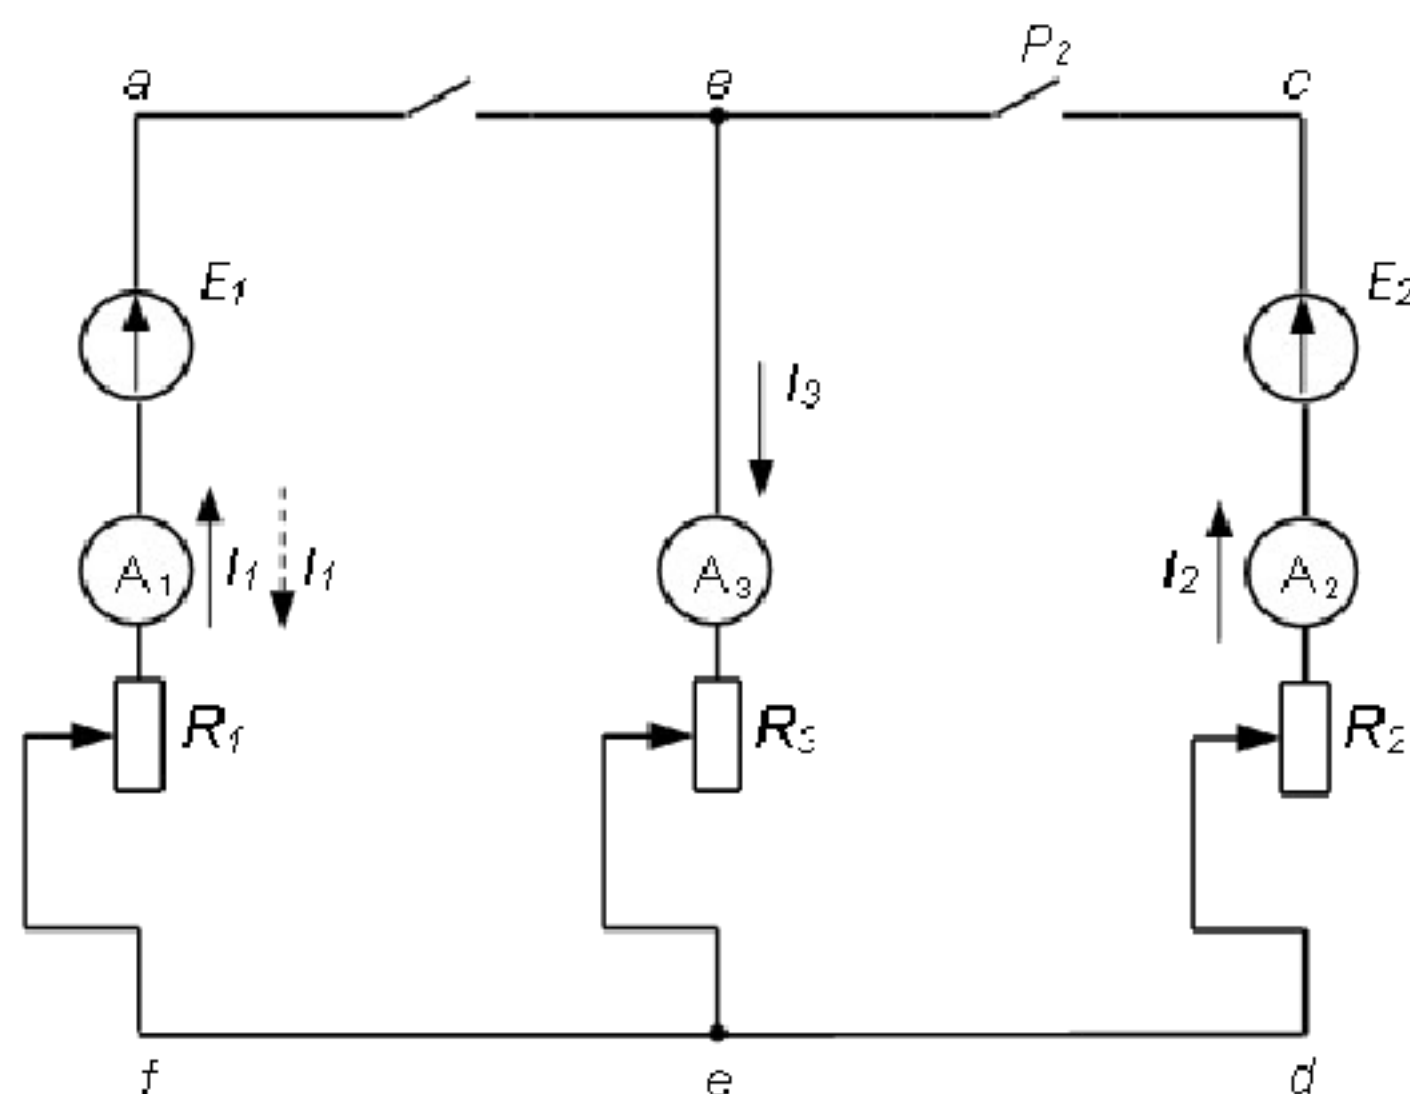

Рисунок 1.3 – Схема для проверки второго закона Кирхгофа
Ветвью электрической цепи называется участок электрической цепи, заключенный между двумя узлами (например, контур $abefa$ на рис. 1.3).
Покажем это на примере (рис. 1.3)
3. Собрать схему (рис. 1.3) для проверки второго закона Кирхгофа.